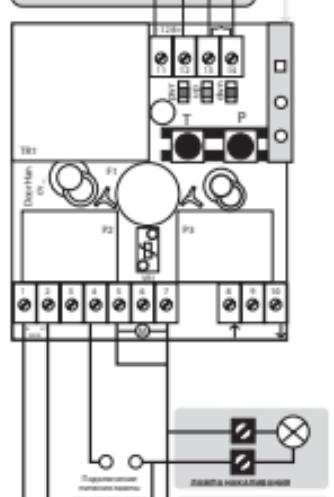

Рис. 2. Пример схемы подключения освещения, электрозамка и внешнего радиоуправления к DoorHan CV01
3. Выполните электрическое подключение согласно схеме (рис. 2, 3).
5. ПОДКЛЮЧЕНИЕ**Назначение контактов (рис. 2, 3)**